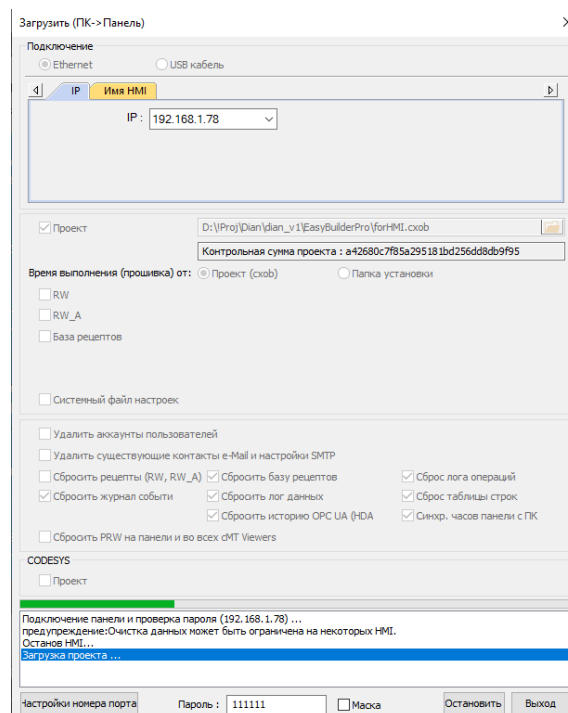

Рисунок 4.28 – Процесс загрузки прикладного ПО
17. После нажатия кнопки «Загрузить», начнется процесс загрузки прикладного ПО в панель оператора (рисунок 4.28).